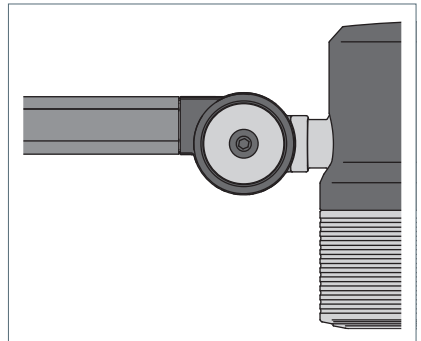

Fig. 4: Gelenk und Gelenkschraube.
- Bei einer Leuchte mit Gelenken: Ziehen Sie jede Gelenkschraube an, bis die Leuchte in der gewünschten Einstellung verhardt, siehe Fig. 4.